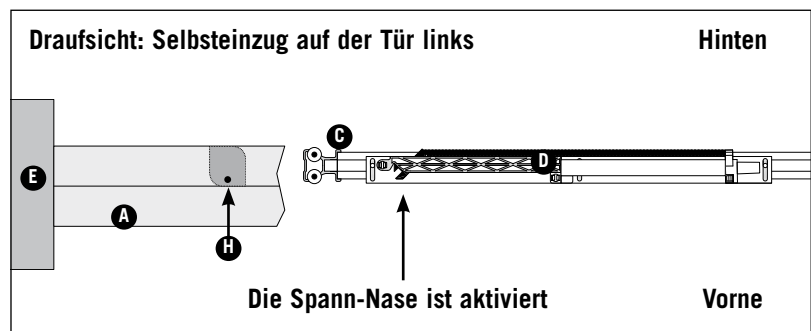

Bild 9 ▲
Der Selbstzug (D) auf der Tür (C) ist links montiert. Der Mitnehmer (H) zeigt nach vorne. (Bild 9).